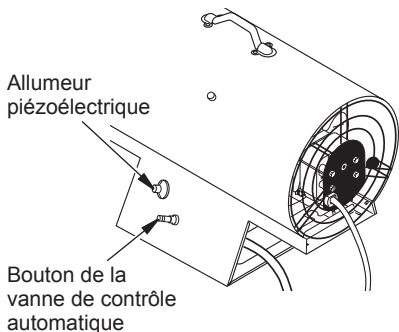

Figure 5 - Bouton de la vanne de contrôle automatique et allumeur piézoélectrique
- Enfoncez le bouton de la vanne de contrôle automatique (voir Figure 5). Appuyez sur le bouton d'allumage piézoélectrique (voir Figure 5). Continuez d'appuyer sur le bouton d'allumage jusqu'à ce que l'appareil de chauffage s'allume. Quand l'appareil de chauffage s'allume, gardez enfoncé le bouton de la vanne de contrôle automatique. Relâchez le bouton après 30 secondes. Cela démarre le système de réglage automatique.